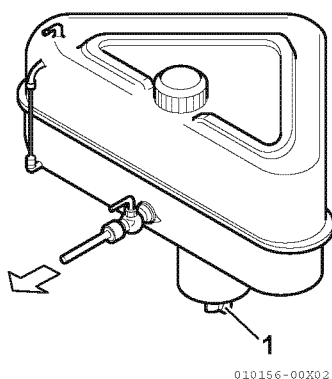

Figura 1
1. Coloque um recipiente (1, **Figura 1**) embaixo da torneira de drenagem para coletar o combustível.